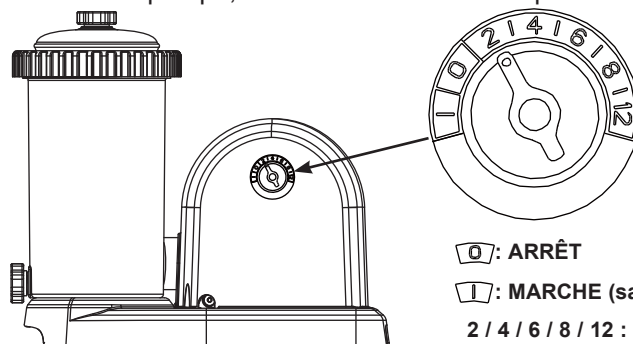

Figure. 10
4. Avec l'eau pénétrant dans la pompe, la pression de l'eau va chasser l'air des conduits et de la chambre de filtration par la purge d'air (2). Quand il n'y a plus d'air dans la filtration, l'eau va sortir par la purge d'air (2). A ce moment, serrez fermement la purge (2) en la tournant dans le sens des aiguilles d'une montre.
- A. Branchez le cordon d'alimentation dans une prise électrique et réglez le bouton du minuteur sur la durée (heures) de fonctionnement désirée. **Voir Figure. 10.** Consultez le tableau « Durée de fonctionnement » pour les heures de fonctionnement requises relatives à chaque dimension de piscine.